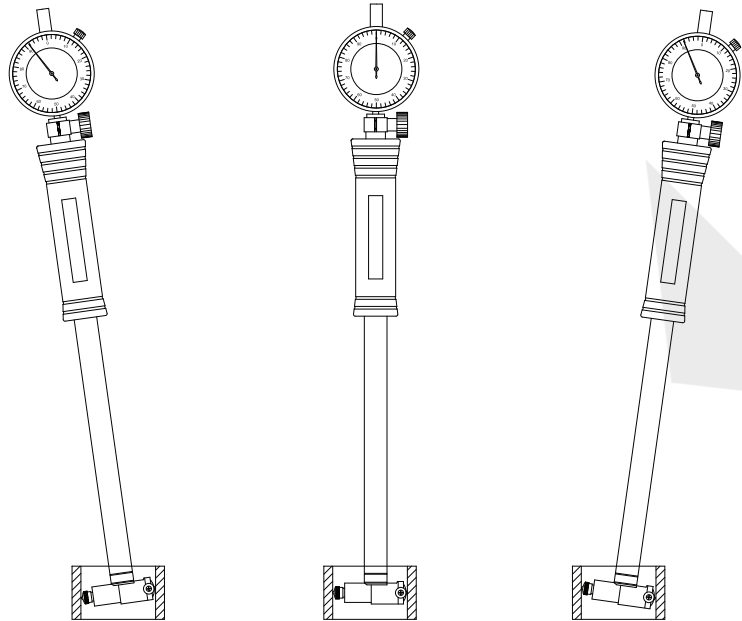

Fig.1
(3)Impostazione del punto zero (per calibrare il calibro ad anello come esempio); inserire il calibro del diametro interno nel calibro ad anello di calibrazione e oscillare avanti e indietro alcune volte (Fig.1), per individuare il "punto di inflessione" della lancetta (che indica il valore massimo indicato dalla tabella). Allentare la vite di bloccaggio della ghiera, ruotare la ghiera in modo che la linea "0" e la lancetta del "punto di inflessione" coincidano, quindi bloccare la vite di bloccaggio della ghiera. Ruotare più volte l'impugnatura per verificare l'allineamento della linea "0".